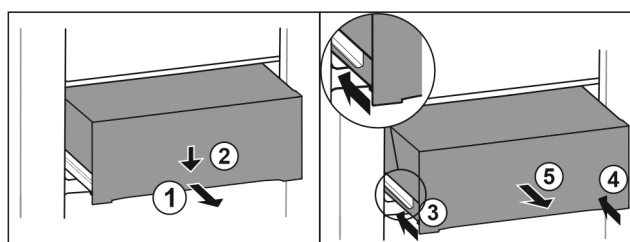

Fig. 145
- Zásuvku napůl vytáhněte. Fig. 145 (1)
- Stlačte zásuvku na přední straně dolů. Fig. 145 (2)
- Zasuňte levou kolejničku přibližně do 2 cm. Fig. 145 (3)
- Zasuňte pravou kolejničku přibližně do 2 cm. Fig. 145 (4)
- Vyjměte zásuvku dopředu. Fig. 145 (5)